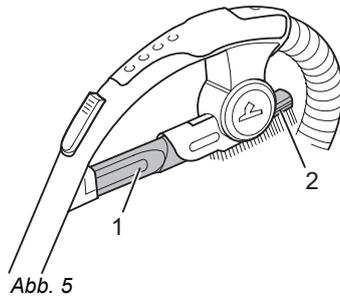

Abb. 5
- **Fugendüse (Abb. 5/1)**
- **2in1-Kombidüse (Abb. 5/2)** einsetzbar als: